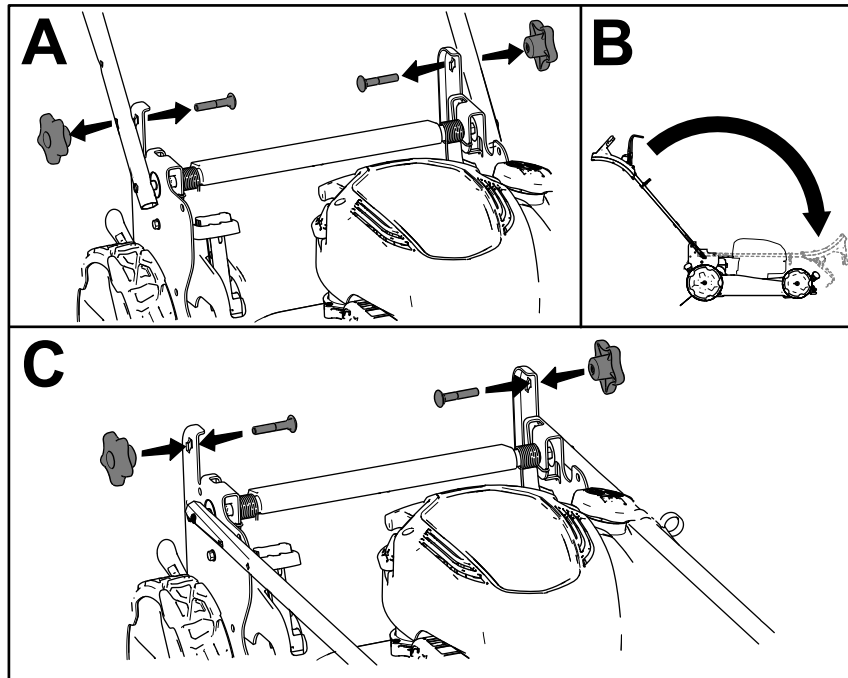

Figura 24
1. Togliete e conservate le 2 manopole della stegola e i 2 bulloni a testa tonda dalle staffe della stegola (A della Figura 24).
2. Piegate la stegola, ruotandola in avanti (B della Figura 24).
3. Montate, senza serrarle, le manopole della stegola e i bulloni a testa tonda sulle staffe della stegola (C della Figura 24).